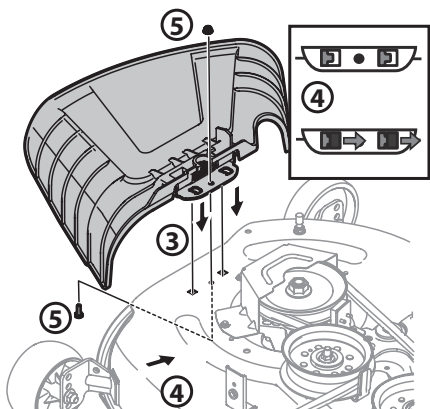

Figure 8
3. Placez le déflecteur d'éjection sur le plateau de coupe en insérant les pattes du déflecteur d'éjection dans les trous du plateau de coupe. Voir Figure 8.
4. Glissez le déflecteur d'éjection vers l'arrière de l'appareil jusqu'à ce que le trou du boulon sur le déflecteur d'éjection s'aligne avec le trou du plateau de coupe. Voir Figure 8.
5. Fixez le déflecteur d'éjection avec l'écrou autobloquant à bride et le boulon hexagonal retirés à l'étape 2. Serrez à un couple de 102-124 po-lb (12 à 14 N-m). Voir Figure 8. Passez à la sous-section Réglage des roues du plateau de coupe.